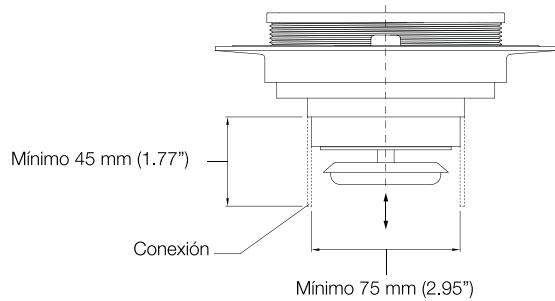

Fig.1.1
- Al realizar la conexión vertical \varnothing 75 mm. a tubería comprobar que hay espacio suficiente para que la válvula abra y cierre libremente, tener en cuenta las tolerancias de la Fig.1.1